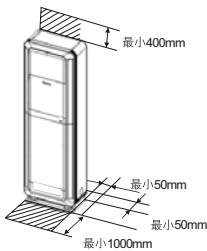

图1 操作空间
- (1) 室内机周围应留有足够空间，否则会妨碍室内机气流通过及日后的维修工作，如图1所示。